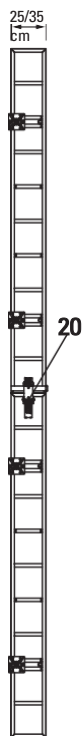

Fig. A13.01
За една или повече хоризонтални и вертикални свързки винаги използвайте направляващата скоба DRS (20). (Fig. A13.01 – A13.05)